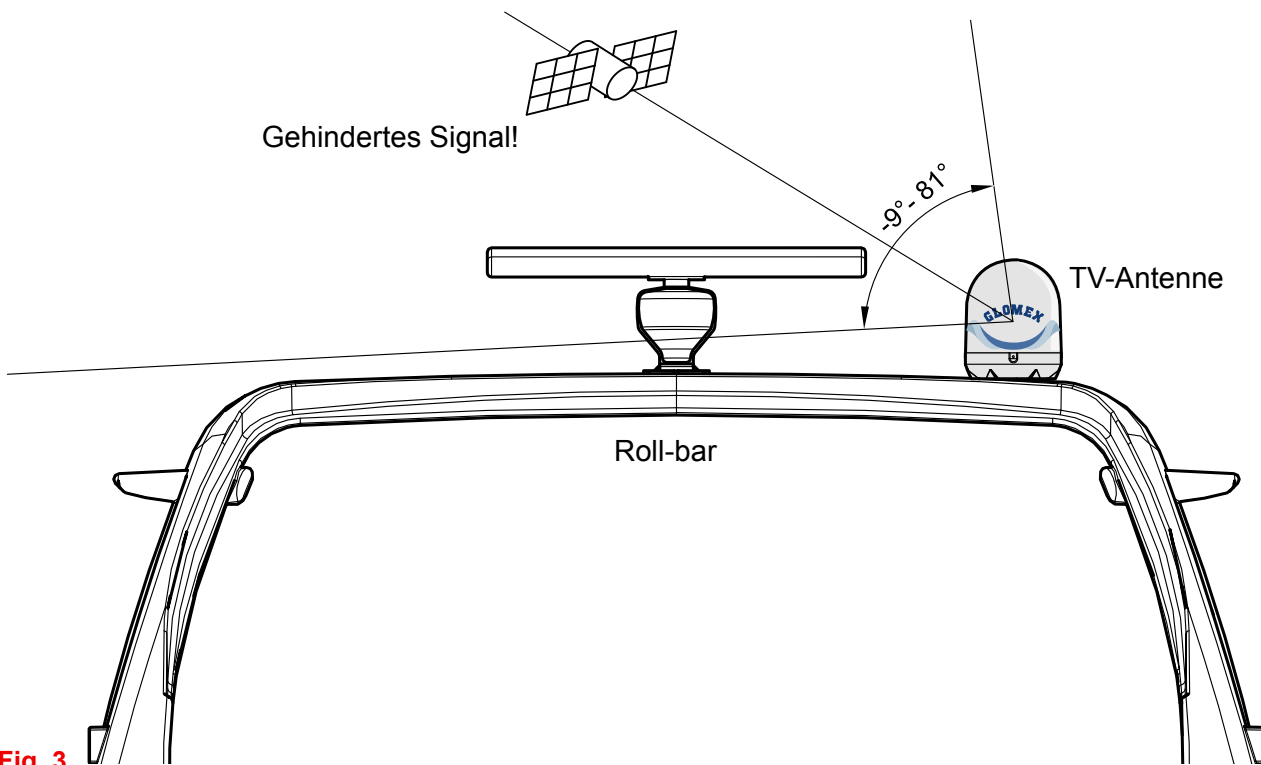

Fig. 3
- Die Antenne benötigt einen Hubwinkel von -9° bis 81° , um Satellitensignale klar empfangen zu können (Fig. 3).